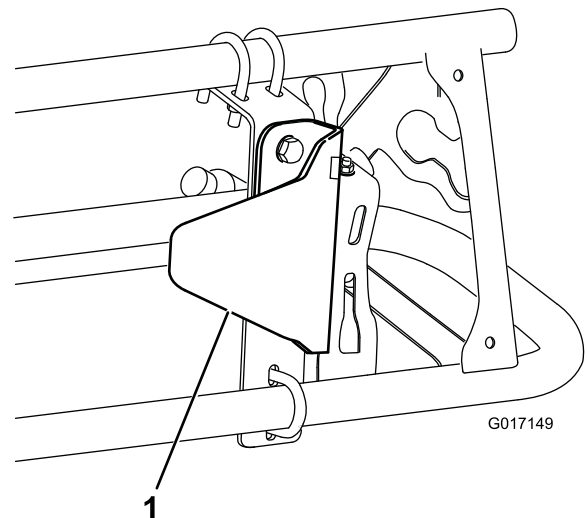

Bild 17
1. Befestigungshalterung (2) 2. Sicherungsmutter (1/4") (12)
2. Befestigen Sie die Sensorschutzvorrichtungshalterung mit zwei Schrauben (5/16" x 3/4") und zwei Bundmuttern (5/16") an der Befestigungshalterung, wie in Bild 17 dargestellt.